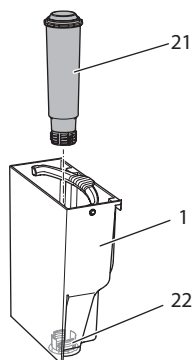

Fig. 15: Skru vannfilteret inn eller ut
- Fjern vannfilteret (se Fig. 15 på side 204).
9. Sett et nytt filter inn i vanntanken igjen (se Fig. 15).
3. Fjern vannfilteret (se Fig. 15).